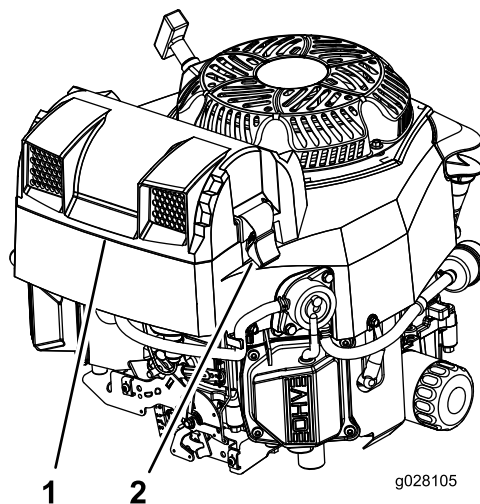

Figure 19
2. Déposez le couvercle pour accéder aux éléments filtrants (Figure 19).
3. Reposez le couvercle et fixez-le avec les verrous (Figure 19).